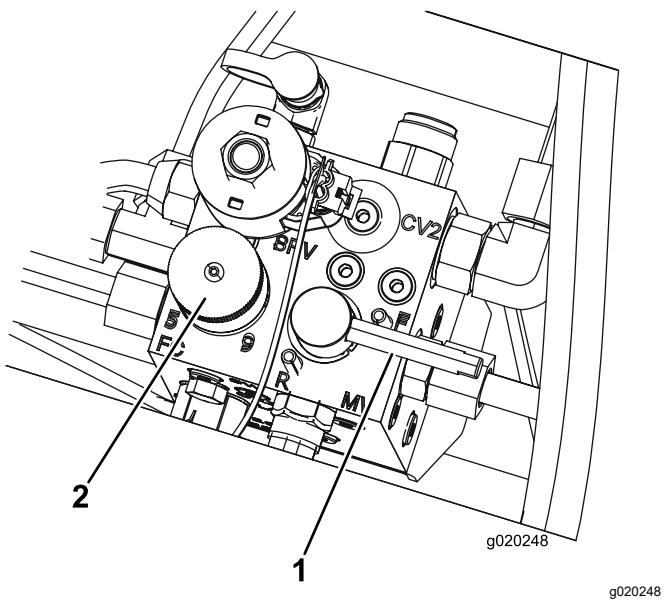

Figura 85
- Defina o controlo da velocidade dos cilindros para a posição 1 (Figura 85).
- Mova a alavanca de retificação para a posição R (Figura 85).